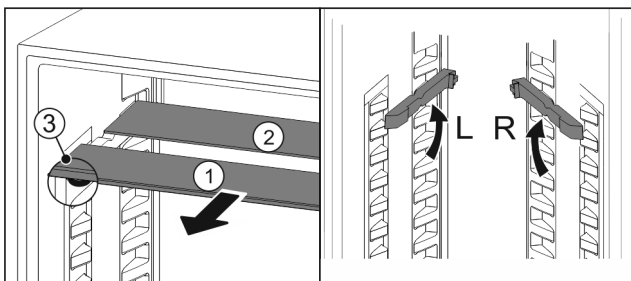

Fig. 61
- ▶ Retire Fig. 61 (1) las planchas de cristal individualmente hacia adelante.
- ▷ La placa de vidrio Fig. 61 (1) con tira decorativa se encuentra en la parte delantera.
- ▷ Los topes Fig. 61 (3) apuntan hacia abajo.